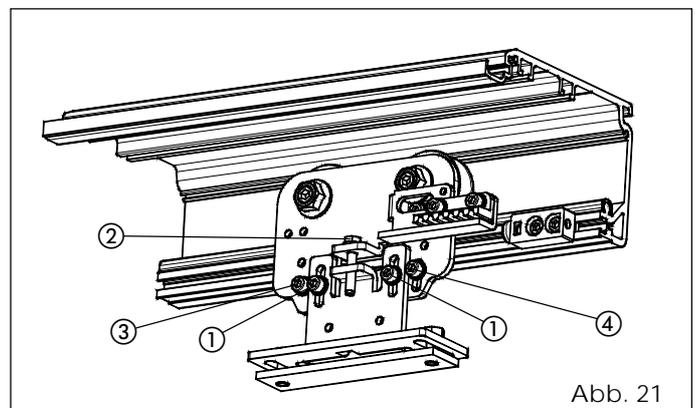

Abb. 21
- Die beiden Sechskantschrauben Abb. 21 - Bez. ① leicht aufschrauben.
- Die Schraube (Abb. 21 - Bez. ②) drehen: im Uhrzeigersinn werden die Flügel angehoben - im Gegenuhrzeigersinn werden die Flügel gesenkt.
- Die beiden Sechskantschrauben (Abb. 21 - Bez. ③ und ④) aufschrauben.
- Die Schraube aus Abb. 21 - Bez. ④ im Langloch bewegen, sodass die Kippschutzrolle während der Bewegung des Schlittens auf dem Profil fährt, ohne blockiert zu werden.